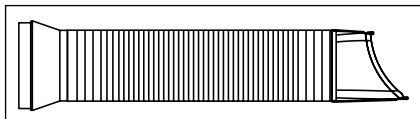

Fig. 3
1. Extindeți oricare din capetele furtunului (Fig. 3).